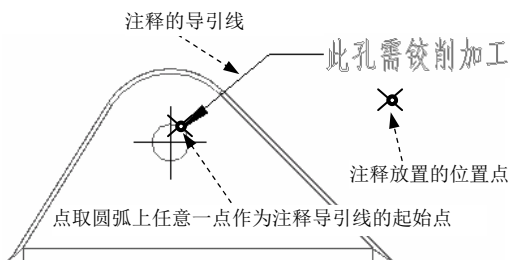

图 10.6.4 有方向指引的注释
下面以图 10.6.4 中的注释为例, 说明创建有方向指引注释的一般操作过程。
Step3. 定义注释导引线的起始点: 此时系统弹出图 10.6.5 所示的“依附类型”菜单, 在该菜单中选择 On Entity (图元上)  Arrow Head (箭头) 命令, 然后选择注释导引线的起始点, 如图 10.6.4 所示, 再单击“依附类型”对话框中的 Done (完成) 按钮。
Step4. 定义注释文本的位置点。在屏幕选择一点作为注释的放置点, 如图 10.6.4 所示。